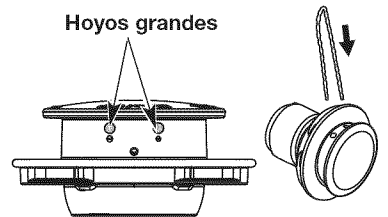

Fig. 11
4. Inserte ambos extremos de la línea en los orificios adecuados ubicados al costado del cabezal de corte (Fig. 11).